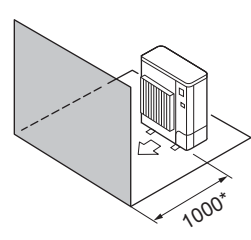

Fig. 2-5
④ Yalnızca öndeki engeller (Fig. 2-5)